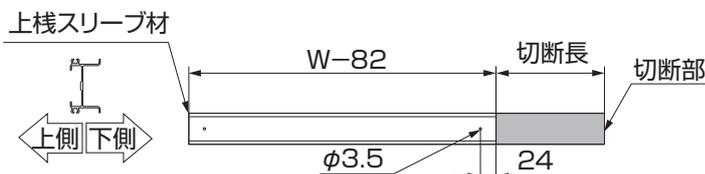

図 15-5
⑤上棧スリーブ材を切断した側から24mmのところ、 $\phi 3.5$ の下孔をあけてください。(図15-5参照)
⑥加工後、再度組立ててください。